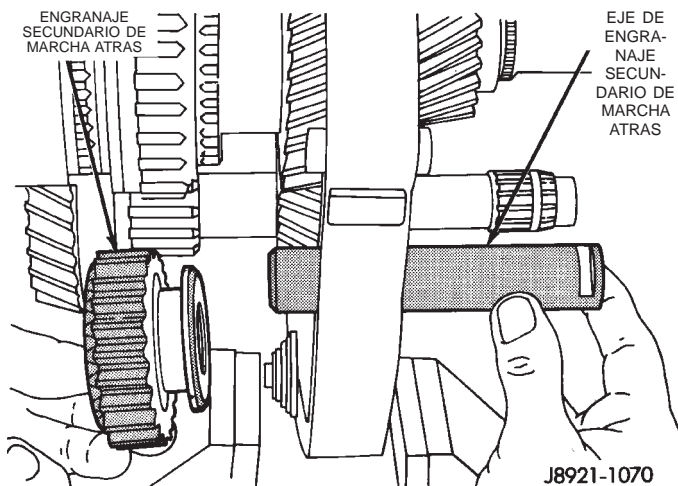

Fig. 63 Desmontaje de eje y engranaje secundario de marcha atrás
(15) Retire el eje del engranaje secundario de marcha atrás y el engranaje (Fig. 63).